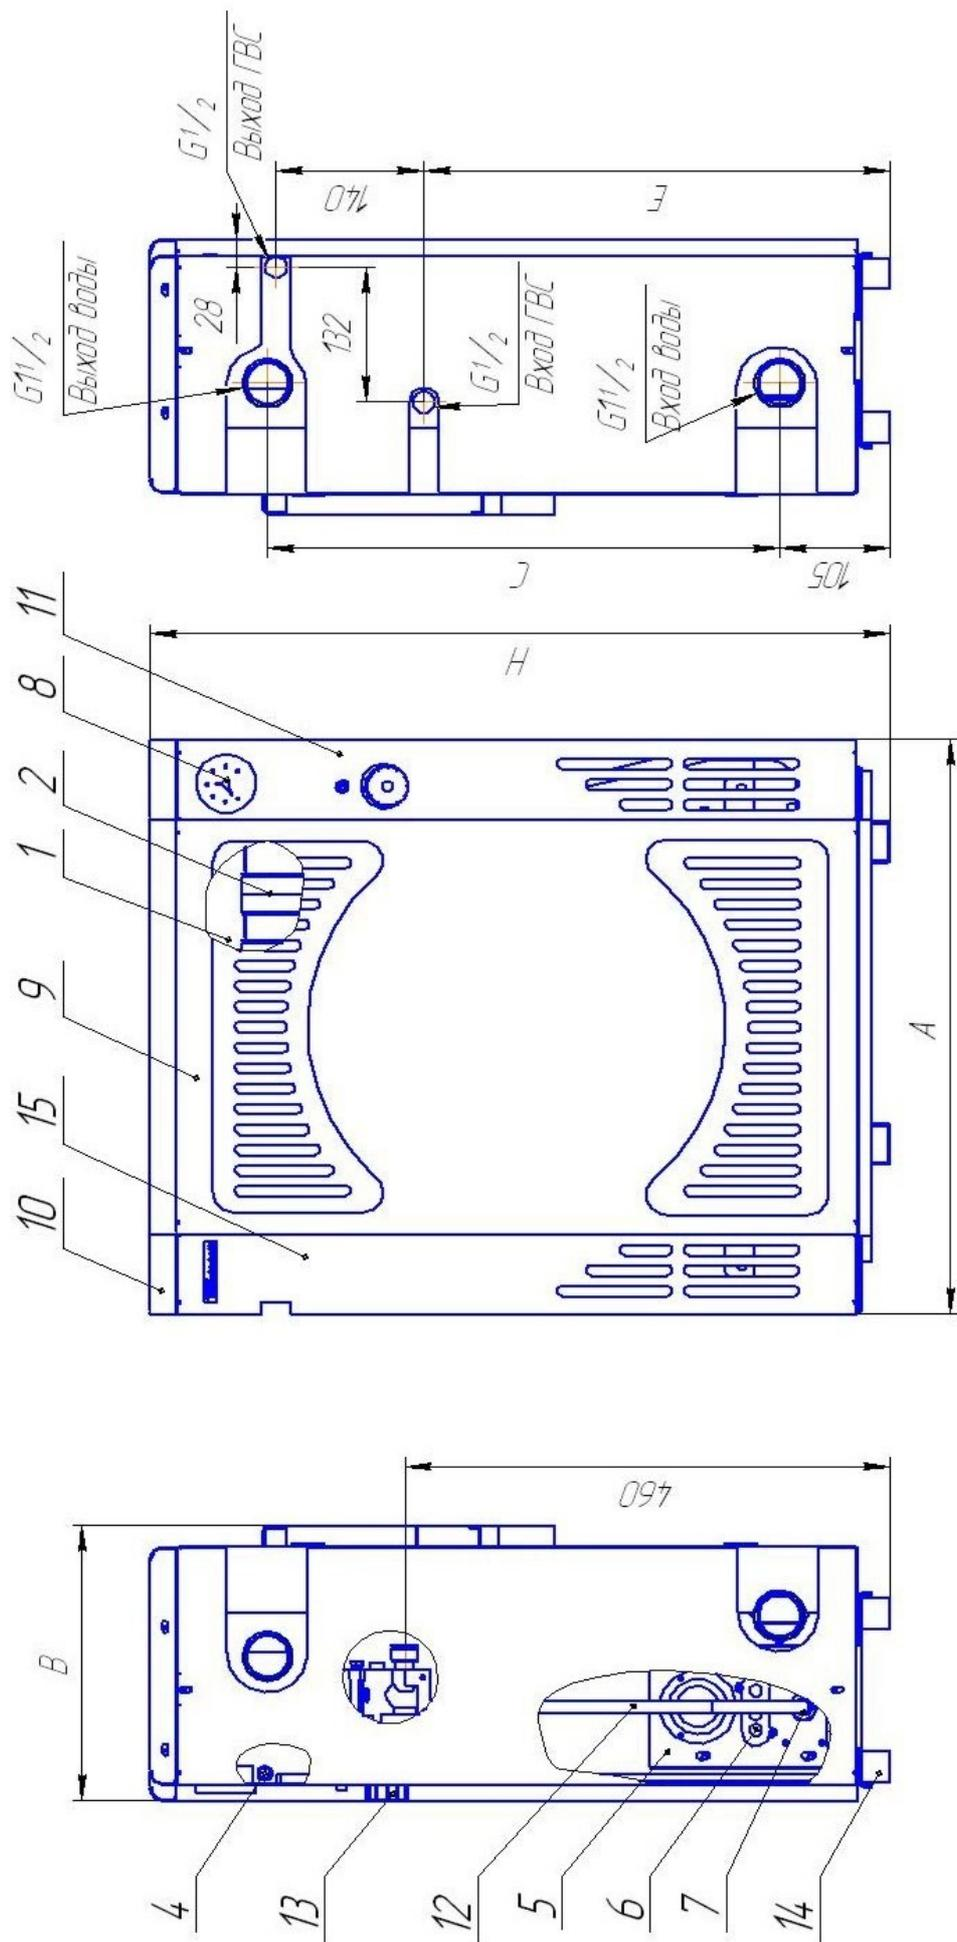

Рисунок 1. Котел отопительный газовый бытовой
6.2.11 Установить правую облицовку (рис.1, поз.11).